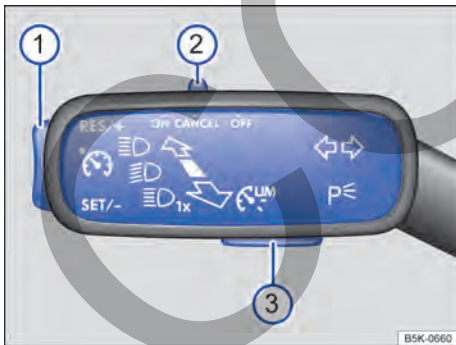

Fig. 96 A la izquierda en la columna de dirección: palanca con interruptor y teclas de mando del GRA.
- Colocar el interruptor → **fig. 96** ② en la posición **ON** o presionar la tecla ③.